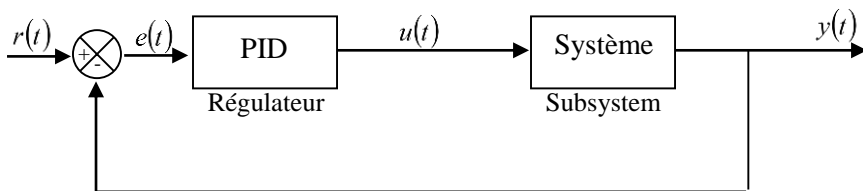

FIGURE 02 – Commande PID d'un Système hydraulique à deux cuves
3. Donner la réponse du système en Boucle Fermé avec un régulateur PID (figure 02) :